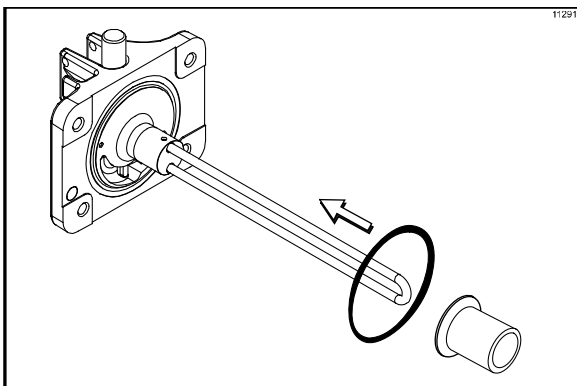

Figure 138
13. Placer le joint d'étanchéité de la porte dans la rainure se trouvant sur l'arrière de la porte de l'unité. Faire glisser le palier avant sur la tige-défecteur, de façon à ce que le rebord se trouve contre la porte. Ne lubrifier NI le joint d'étanchéité, NI le palier (Cf. Figure 138).